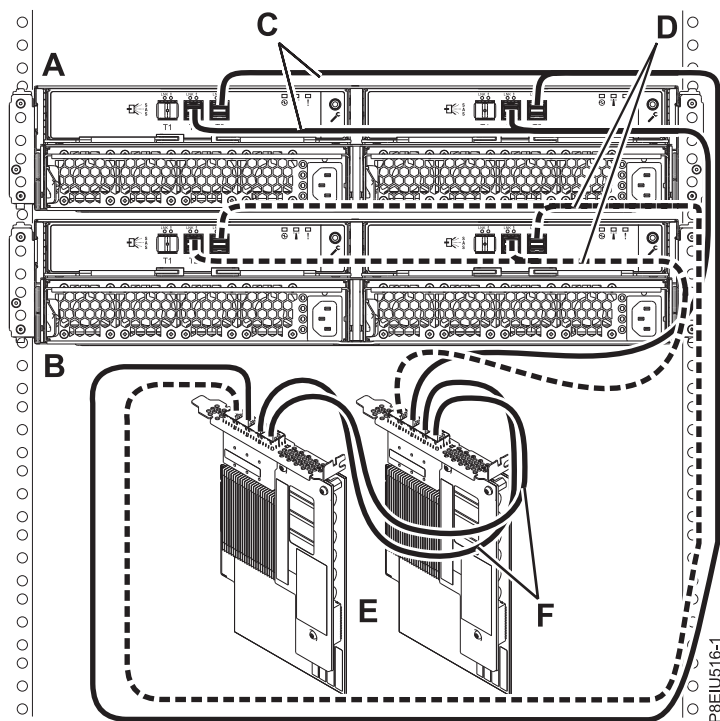

Рисунок 17. Подключение двух Блоки памяти ESLL и ESLS с помощью кабелей Y012 к паре адаптеров SAS FC EJ0J или FC EJ14, соединенных кабелями AA (режим 1)
17. Подключите два корпуса (**A и B**) с помощью кабелей YO12 (**C и D**) к паре адаптеров SAS FC EJ0L или FC EJ14 (**E**), соединенных кабелями AA (**F**), в режиме 1 (см. рис. 17 на стр. 20) и перейдите к разделу “Подключение кабелей данных, кабелей питания и установка крышек” на стр. 24.